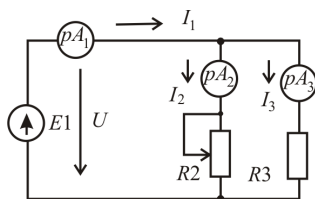

Рис. 2.2.
В параллельной цепи, приведенной на рис. 2.2, все ветви находятся под одним и тем же напряжением  $U$ , а токи в ветвях обратно пропорциональны их сопротивлениям.
2. Для схемы на рис. 2.2 получите зависимости  $I_2 = f(R_2)$ ,  $P_2 = f(R_2)$  и постройте их графики.
2. Соберите электрическую цепь по схеме на рис. 2.2.